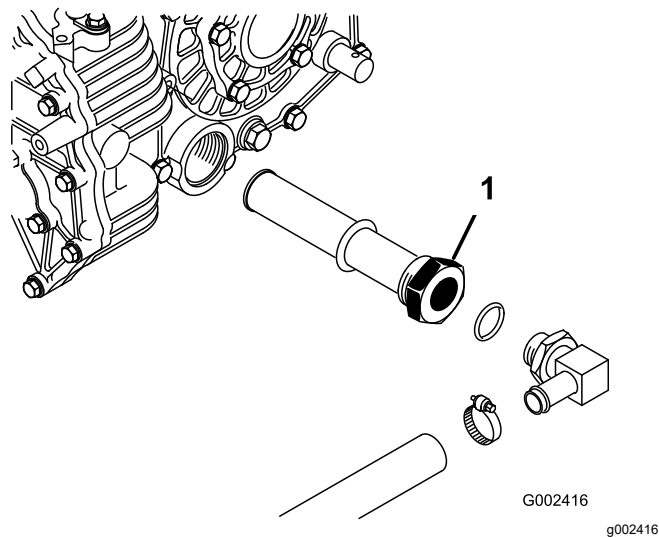

Bild 73
3. Achten Sie auf die Ausrichtung des Hydraulikschlauches und des 90°-Anschlussstückes, das an der Seite des Behälters befestigt ist (Bild 73).